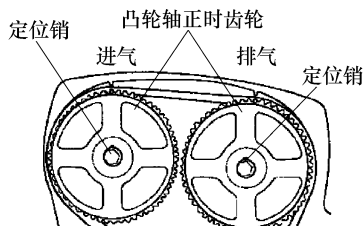

图 9-10 对准凸轮轴正时齿轮正时标记
16) 将凸轮轴正时齿轮正时标记对准摇臂盖正时标记。凸轮轴正时齿轮的定位销朝上，如图 9-10 所示。